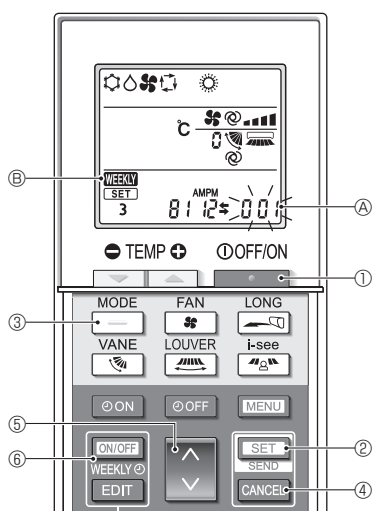

Fig. 5-12
- Pulse el botón **MENU** (2).
5.10.8. Cómo desactivar el funcionamiento en modo Auto (Fig. 5-12)
1. Pulse el botón **—** (1) para detener el acondicionador de aire.
2. Si el temporizador semanal está activado, pulse el botón **ON/OFF WEEKLY** (6) para desactivarlo. (**WEEKLY** (B) desaparece).
3. Pulse el botón **SET** (2) durante 5 segundos.
4. El equipo entra en el modo de ajuste de funciones. (El número de ajuste del modelo de grupo (A) parpadeará).
5. Pulse el botón **UP** (4).
7. Completar los ajustes (Fig. 5-12)
8. Pulse el botón **SET** (2) durante 5 segundos.